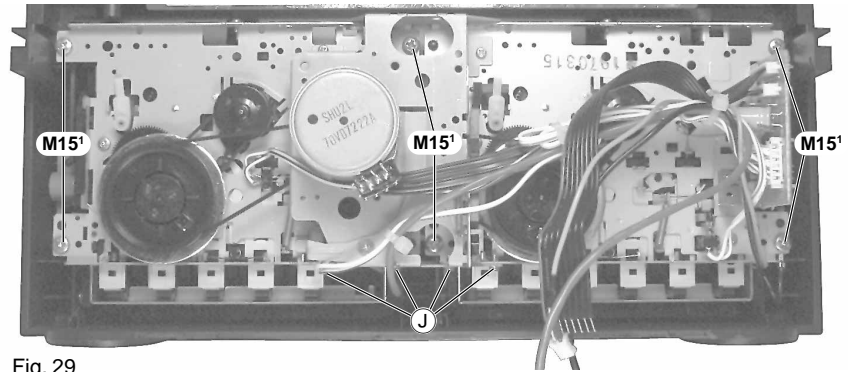
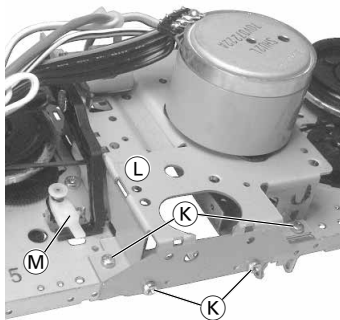

Fig. 29
Fig. 30
- 6 Schrauben **M15'** (Fig. 29) herausschrauben und das Laufwerk abnehmen.
- Undo 6 screws **M15'** (Fig. 29) and take the drive mechanism off.
- Die 4 Schrauben **J** (Fig. 29), die 4 Schrauben **K** (Fig. 30) herausschrauben und den Verbindungsrahmen **L** vorsichtig aushängen.
**Achtung:** Beim Aus- und Einbau des Verbindungsrahmens **L** auf den Pausenverriegelungshebel **M** achten (Fig. 30)!
- Undo 4 screws **J** (Fig. 29), 4 screws **K** (Fig. 30) and disengage the connecting frame **L** carefully.
**Warning:** When removing and refitting the connecting frame **L** take care of the pause locking lever **M** (Fig. 30)!